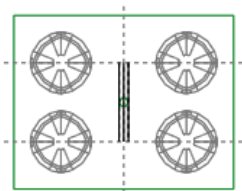

图 28.13 截面草图
Step6. 绘制截面草图。进入草绘环境后，选取 MOLD_FRONT 基准平面、ADTM2 基准平面和 ADTM4 基准平面为草绘参考；绘制图 28.13 所示的截面草图(即一条中间线段)。完成截面草图的绘制后，单击“草绘”操控板中的“确定”按钮 。